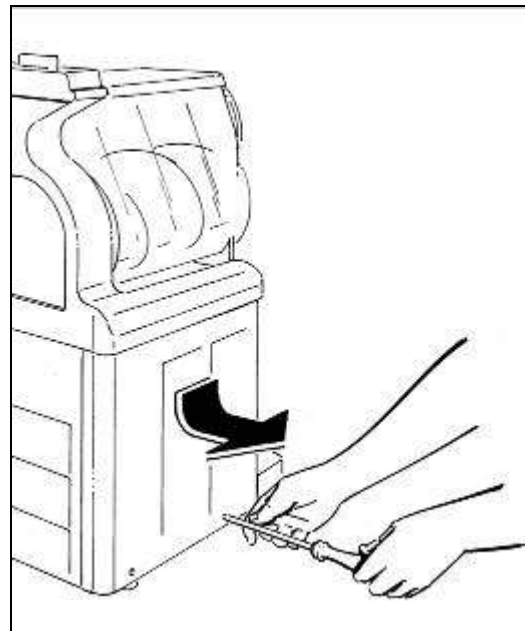

Fig. 29
- Para la GT2: quite el panel lateral izquierdo destornillando los dos tornillos que lo sujetan en su parte inferior (Fig.29);